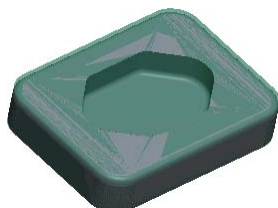

图 3.8.3 工件模型
Step3. 在“元件放置”操控板中选择  默认 选项, 然后单击  按钮, 完成工件毛坯的放置, 放置后如图 3.8.3 所示。